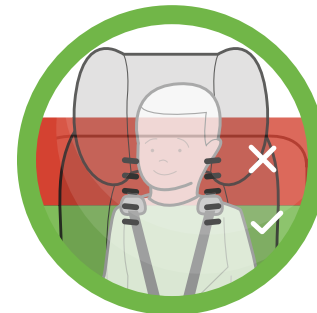

Figure 2
- Les Sangles du Harnais doivent traverser les Fentes du Harnais au niveau ou au-dessous – et le plus près possible – des épaules de l'enfant, tel qu'illustré dans la **Figure 2**.